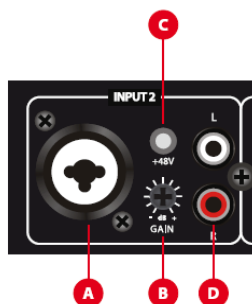

fig.6
Agendo su questo trimmer si regola la sensibilità dell'ingresso MIC/LINE su connettore COMBO. Il GAIN non agisce sull'ingresso RCA (fig.6, rif. D).
- c. Per gli ingressi 1~5 regolare opportunamente la sensibilità dell'ingresso mediante il trimmer **GAIN** (**fig. 6, rif. B**).